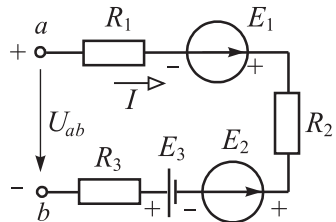

Рис. 1.3
**Задача 1.3.** В цепи, приведенной на рис. 1.3,  $E_1 = 10$  В,  $E_2 = 6$  В,  $E_3 = 4$  В,  $U_{ab} = 12$  В,  $R_1 = 4$  Ом,  $R_2 = 5$  Ом,  $R_3 = 1$  Ом. Определить электрический ток в цепи.